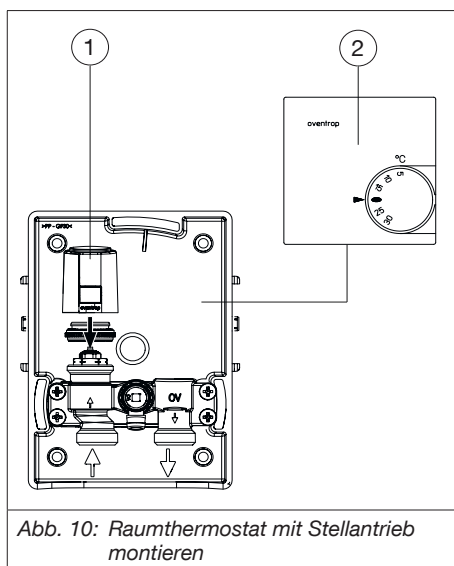

Abb. 10: Raumthermostat mit Stellantrieb montieren
3. Schrauben Sie den Stellantrieb (siehe Abb. 10 auf Seite 12 (1)) auf das Ventil. Führen Sie das Kabel durch die Bohrung im Wand-einbaukasten (siehe 6.1 auf Seite 9).